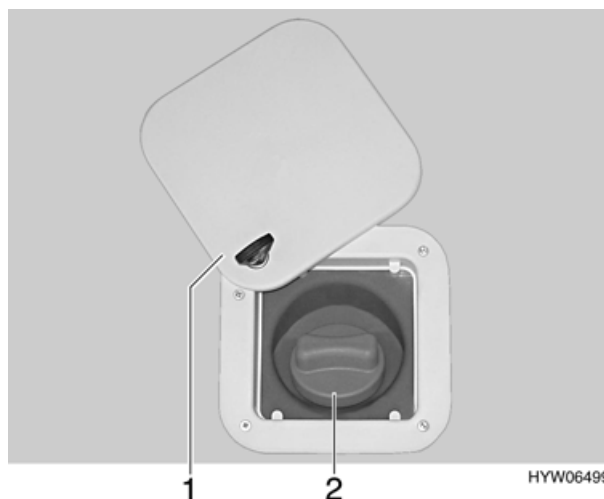

Fig. 71 Coperchio per bocchettone di riempimento dell'acqua potabile
- Aprire la serratura e girare verso l'alto lo sportello esterno (Fig. 71,1) (vedi capitolo 5).
- Girare il coperchio blu (Fig. 71,2) in senso antiorario di un quarto di giro.
- Aprire il bocchettone di riempimento dell'acqua potabile (Fig. 71) posto sulla parete esterna dell'autocaravan.